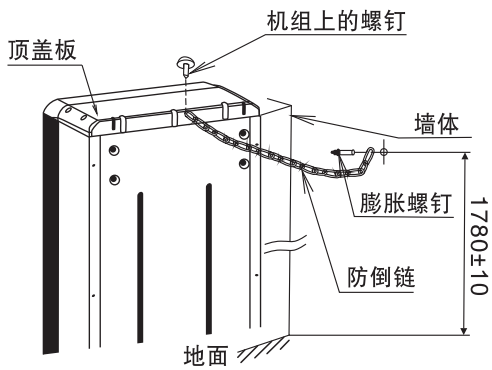
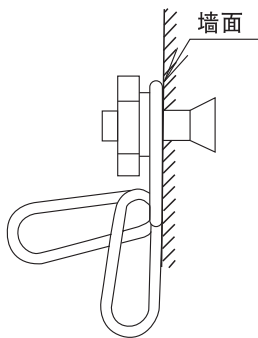
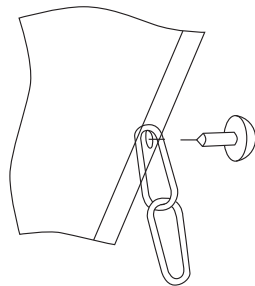

图24
图25
图26
- 为了防止室内机组因意外情况而倾倒，请安装防倒链（见图24）。安装时先从室内机取出防倒链组件，在墙体上相应位置埋入膨胀螺丝，并将防倒链大头部分套入膨胀螺丝后用螺帽拧紧。该链可根据安装环境调节长度，多余部分应留在墙面一侧（见图25）。最后利用顶盖板后部中间位置的螺钉将第一节小头部分固定在后板上（见图26）。